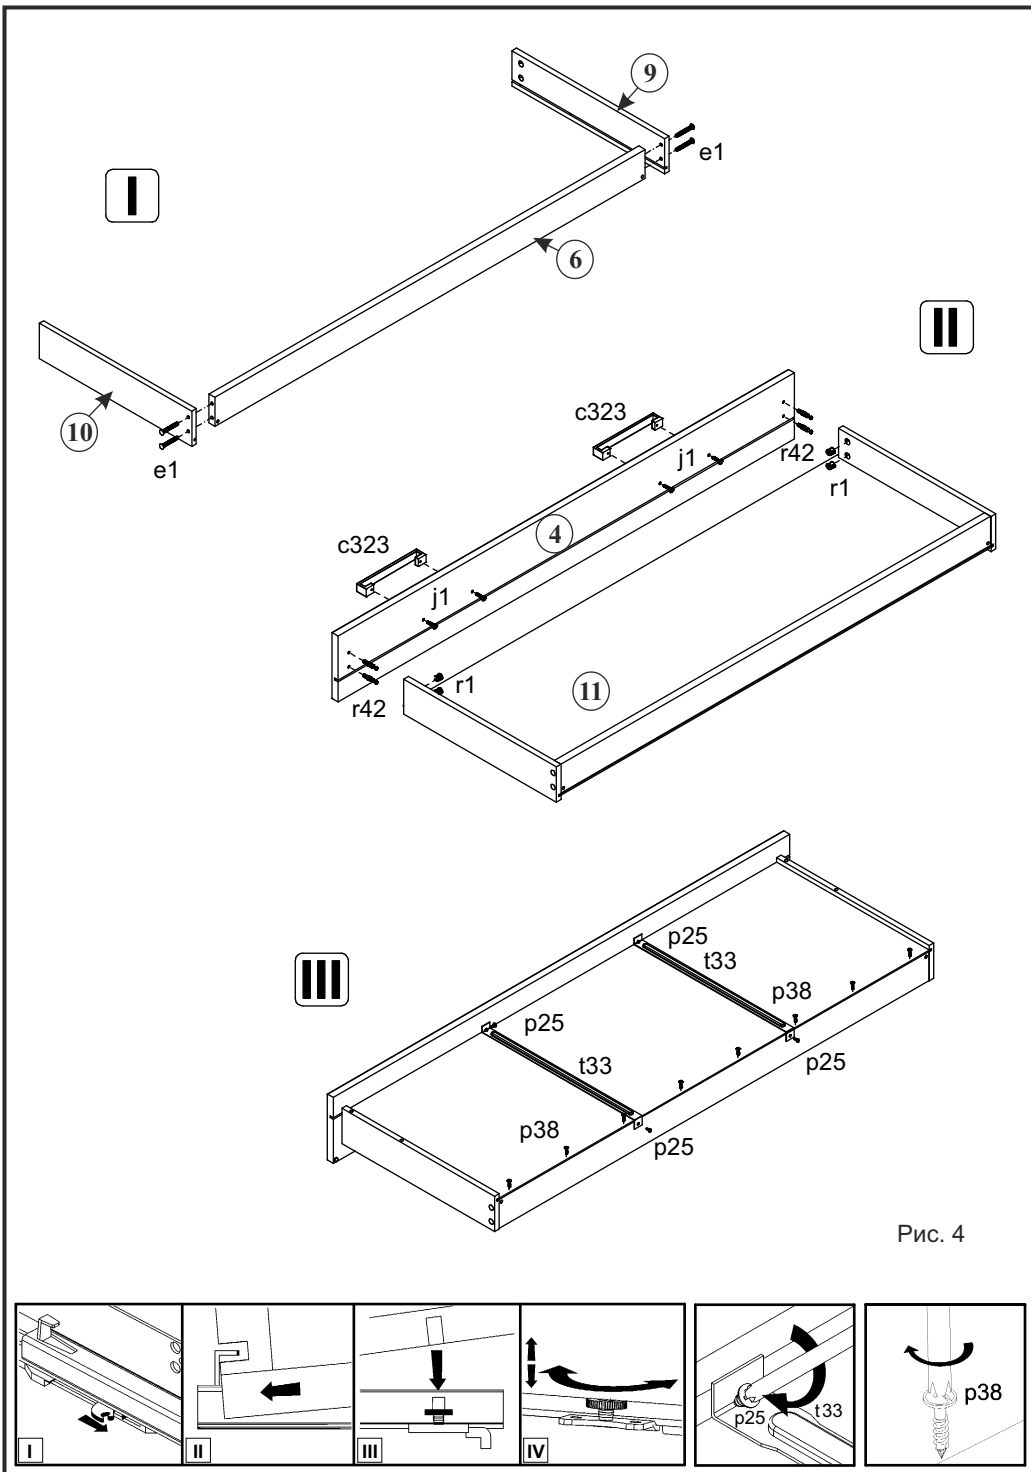

Рис. 4
4.16 Соединить детали корпуса ящика **6**, **9**, **10** с помощью конформатов **e1**. Для поворота конформатов использовать специальный ключ **z1** (Рис. 4).
4.17 Соединить панель ящика **4** с каркасом корпуса ящика при помощи эксцентриковых стяжек **r1**, которые соединить с винтами стяжек **r42**. Для поворота эксцентриковых стяжек использовать отвертку (Рис. 4).
4.18 Вставить дно ящика **11** в пазы в стенках ящиков **9**, **10** и панели ящика **4**, закрепить дно шурупами **p38** (Рис. 4).
4.19 Зафиксировать дно ящика **11** с помощью фиксаторов дна ящика **t33** и шурупов **p25** (Рис. 4).
4.20 На внутренней поверхности панели ящика **4** в отверстия $\varnothing 5$ мм вставить винты **j1**. Снаружи совместить отверстия ручки **c323** с резьбой винтов и завернуть винты **j1**, удерживая ручку (Рис. 4).